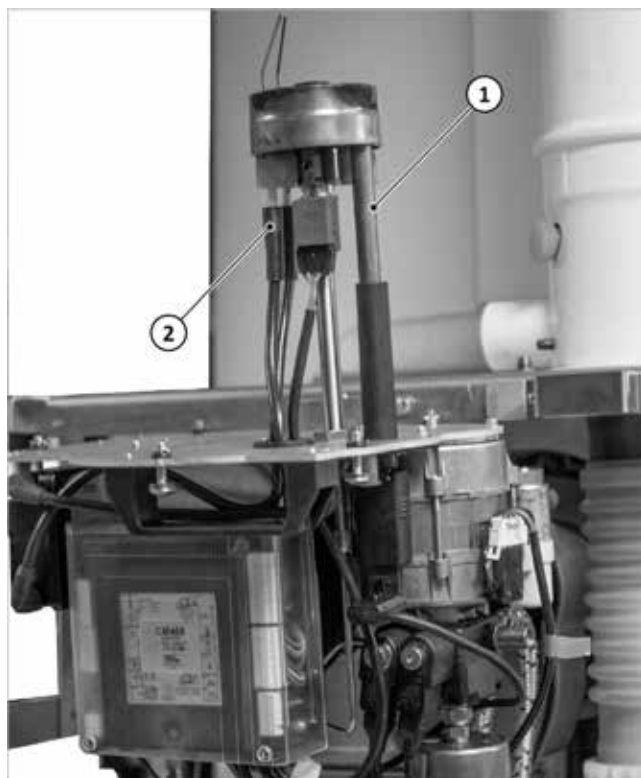

Fig. 119: Aggancio del bruciatore alla console
1. Estrarre la boccola di ispezione, vedere → Fig. 119 (1).